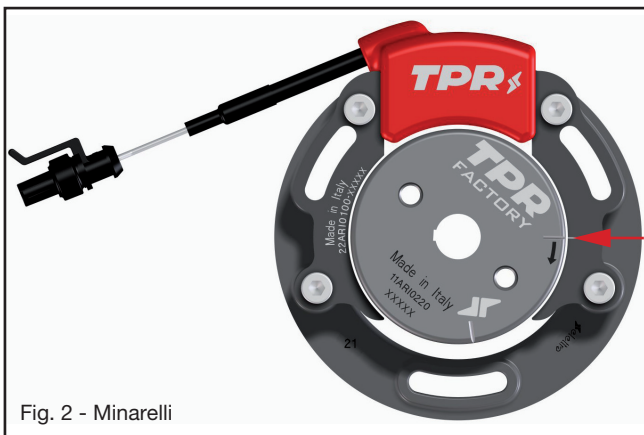

Fig. 2 - Minarelli
- Mantenendo l'albero motore in questa posizione (PMS) fare collimare la linea di riferimento impressa sul rotore con quella situata sullo statore (Fig. 2) mediante la rotazione di quest'ultimo, poi bloccare